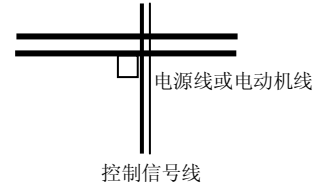

图 3-14 系统配线要求
- (1) 变频器到电动机的线缆(U、V、W 端子引出线)应尽量避免与电源线(R、S、T 或 R、T 端子输入线)平行走线。应保持 30 厘米以上的距离。
- (2) 变频器输出 U、V、W 端子三根电机线尽量置于金属管或金属布线槽内。
- (3) 控制信号线应采用屏蔽电缆,屏蔽层与变频器 PE 端相连,靠近变频器侧单端接地。
- (4) 变频器 PE 端接地电缆不得借用其它设备接地线,必须直接与大地相连。
- (5) 控制信号线不能与强电电缆(R、S、T 或 R、T 与 U、V、W)平行近距离布线,不能捆扎在一起,保持 20~60 厘米(与强电电流大小有关)以上的距离。如果要相交,则应相互垂直穿越,如图 3-14 所示。
- (6) 控制信号和传感器等弱电接地线必须与强电接地线分别独立接地。
- (7) 禁止在变频器电源输入端(R、S、T 或 R、T)上连接其它设备。